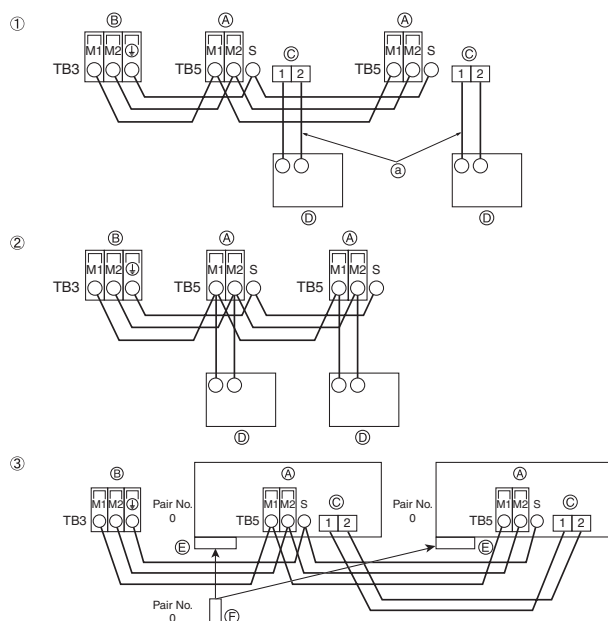

Fig. 5-4
5.4. De afstandsbediening en de transmissiekabels voor het binnen- en buitenapparaat aansluiten (Fig. 5-4)